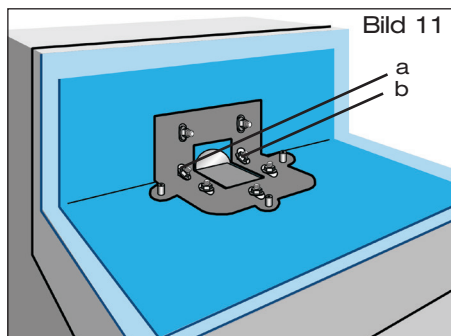

Bild 11
2.5 Anschlussbahn mit Losflansch und beiliegenden Sechskantflanschmuttern verklemmen (Bild 11). Beiliegende Sechskantflanschmutter inklusive